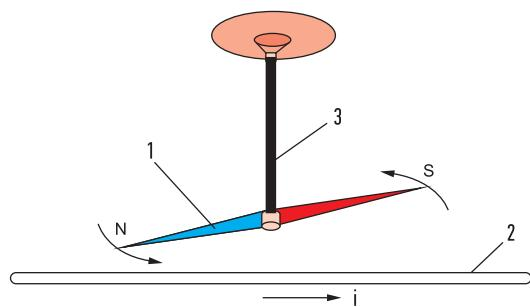

Рис. 3. Гальванометр Ампера
Спустя более 30 лет, в 1820 г., весы Кулона были применены в первом измерителе силы тока членом Парижской Академии наук Андре-Мари Ампером (André-Marie Ampère), который назвал свой прибор «гальванометром», поскольку электрические токи тогда носили название гальванических [1, 2, 4]. При его создании Ампер использовал эффект влияния электрического тока на магнитную стрелку, продемонстрированный незадолго до этого профессором физики из копенгагенского университета Гансом Эрстедом (Hans Ørsted), — хотя до него этот эффект наблюдал итальянский ученый Джованни Романьози (Giovanni Romagnosi) еще в 1802 г. Первый гальванометр (рис. 3) имел магнитную стрелку (1), размещенную над проводником с током (2) на упругом подвесе (3). Угол отклонения стрелки определялся величиной проходящего тока  $i$ .